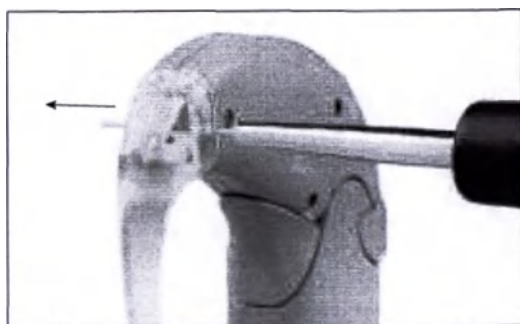

Рис. 20 Как удалить штырь заушины
1. Замените OPUS 2 заушину на крышку микрофона: удалите фиксирующий штырь OPUS 2 заушины (если он был использован) и вытяните заушину как показано на Рис. 20 + 21.
Для того чтобы удалить штырь заушины, вытолкните его через отверстия (см. Рис. 20), используя специальный инструмент, затем захватите и полностью удалите.